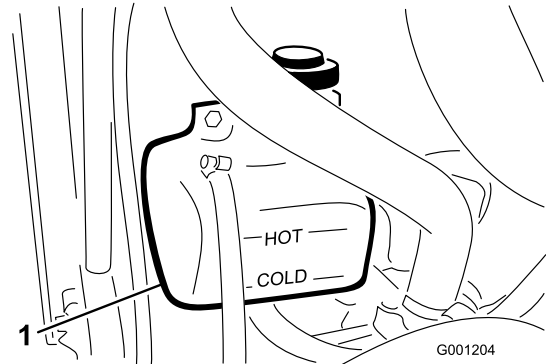

Bild 23
1. Prüfen Sie den Kühlmittelstand im Ausdehnungsgefäß (Bild 23). Er muss sich zwischen den Marken an der Seite des Gefäßes befinden.